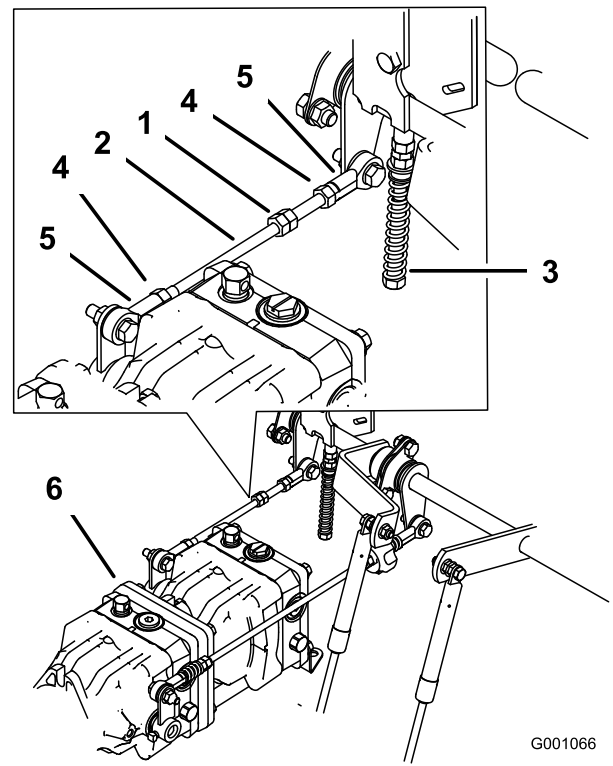

Figure 100
1. Desserrez les contre-écrous sur les rotules de la tige de commande de la pompe (Figure 100).
3. Réglez la longueur de la tige de pompe en tournant les doubles écrous dans le sens voulu, jusqu'à ce que la roue soit immobilisée ou tourne légèrement en arrière (Figure 100).
6. Serrez les contre-écrous contre les rotules (Figure 100).